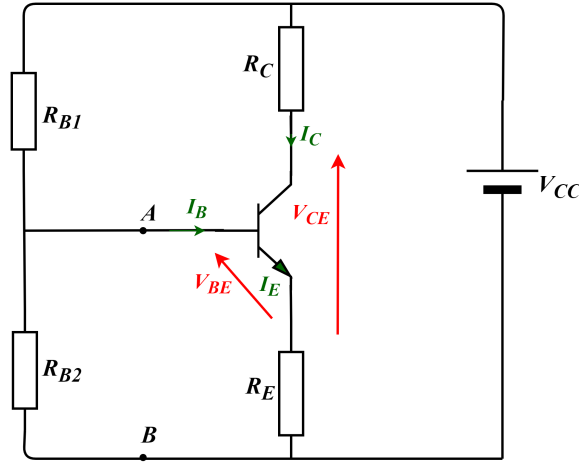

FIGURE 4.10: Polarisation par pont diviseur.
La base est polarisée par un pont constitué de deux résistances  $R_{B1}$  et  $R_{B2}$  (figure 4.10).
**Etude statique :** En continu, toutes les capacités ( $C_e$ ,  $C_s$  et  $C_E$ ) sont des circuits ouverts, donc on sépare  $R_{ch}$  et la source  $V_e$  (on ne garde que le montage pont diviseur comme indiqué dans la figure 4.10). Le rôle de cette étude est de :